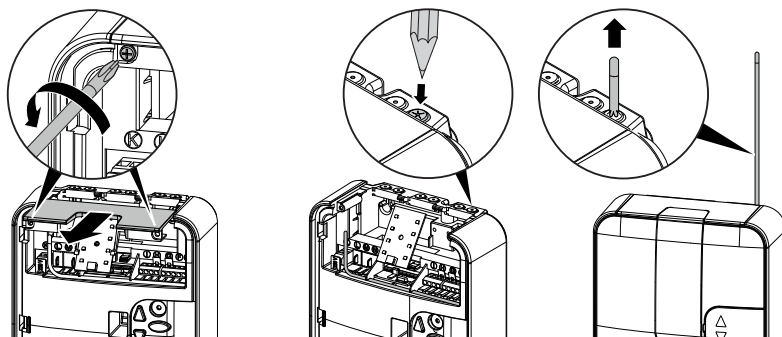

Fig. 4-5 Instalar la antena
2. Asegúrese de que la antena esté en la posición correcta (fig. 4-5, página 56).